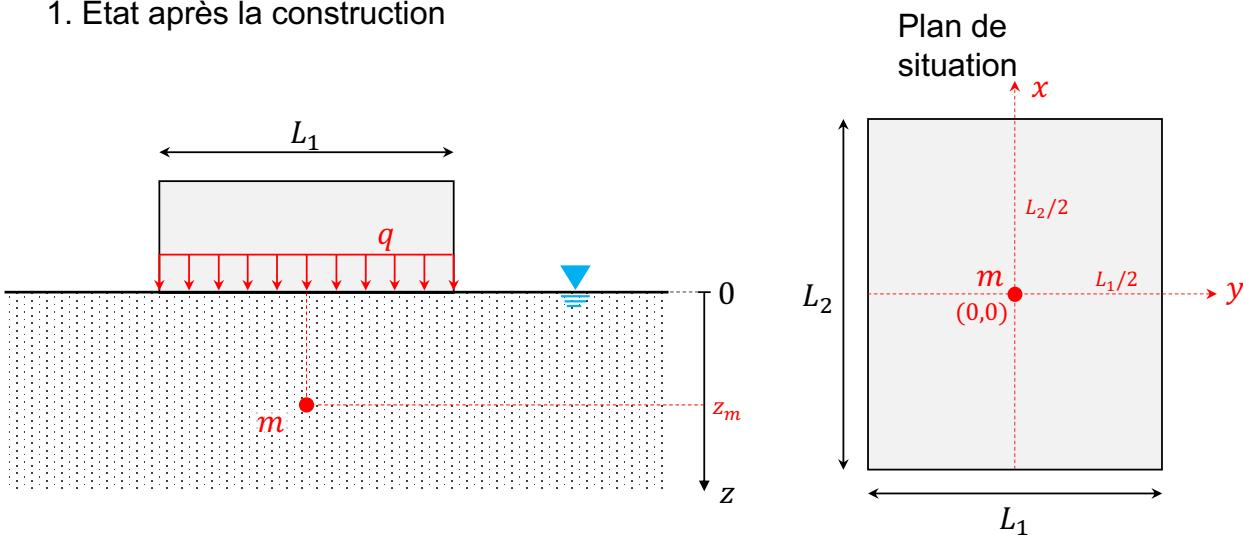

FIGURE 2 – État 1 avec la construction du bâtiment. À gauche la coupe vertical et à droite le plan de situation.
- On s'intéresse maintenant au changement de contraintes dû à la construction du bâtiment schématisé en figure 2. Le bâtiment sera fondé superficiellement sur une base souple rectangulaire $L_1 \times L_2$ reprenant une charge répartie q . Écrivez analytiquement la contrainte effective verticale finale après la construction en fonction de la profondeur z sous le milieu du bâtiment (Point m sur le schéma). (4 points)